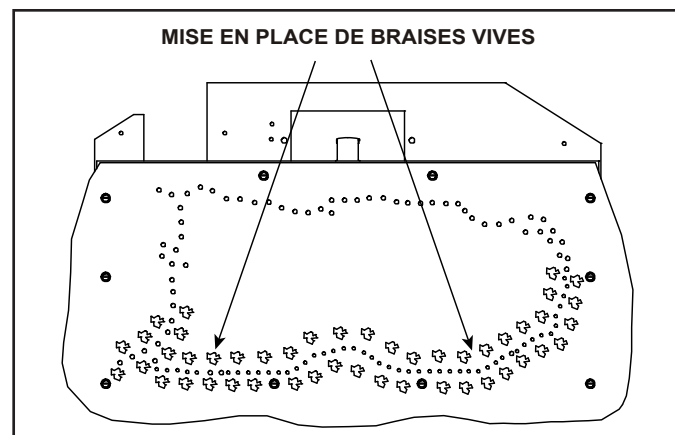

Figure 11.2 Disposition des braises
- En disposant les braises Glowing Embers® sur le brûleur, faites attention à ne pas recouvrir les orifices. Placer les morceaux de braise devant et derrière la rampe d'orifices, mais pas sur ou entre les orifices (voir figure 11.2). Le non-respect de ces instructions peut entraîner des problèmes d'allumage et de suie.